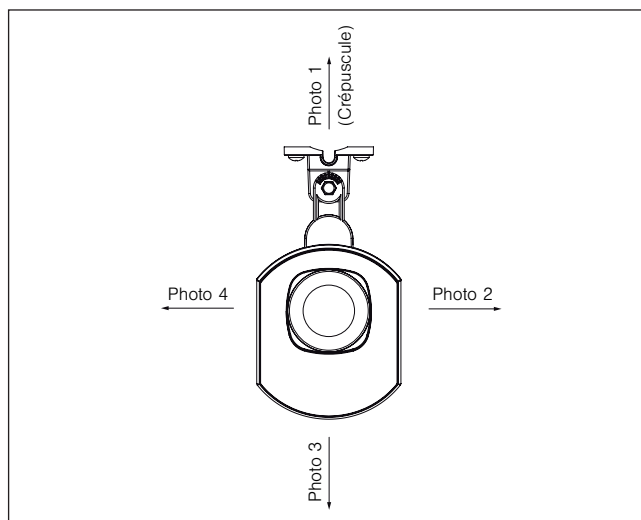

Fig. 2 Disposition des diodes photo
- La diode « Aube / crépuscule » commande le contrôle aube-crépuscule (voir Fig. 2). C'est pourquoi il faut monter la station météo de façon à ce que la diode photo intégrée ne subisse pas l'influence de l'éclairage public ou du jardin ou tout autre lumière parasite (p. ex. des lampes de poche).
Les quatre diodes photo sont affectées à la sortie usine aux numéros 1 à 4, voir Fig. 2.